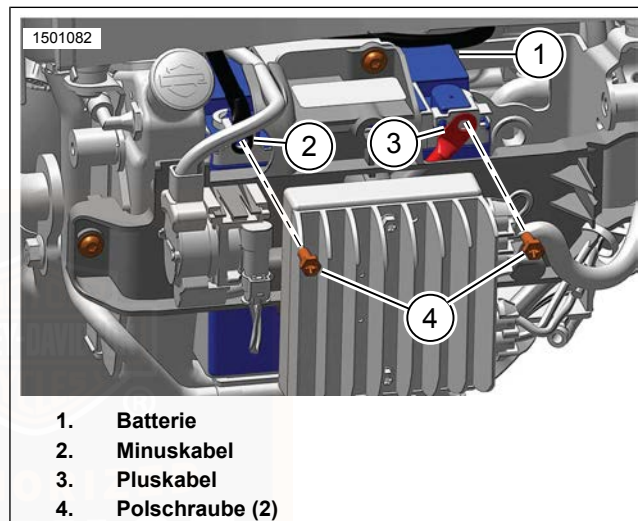
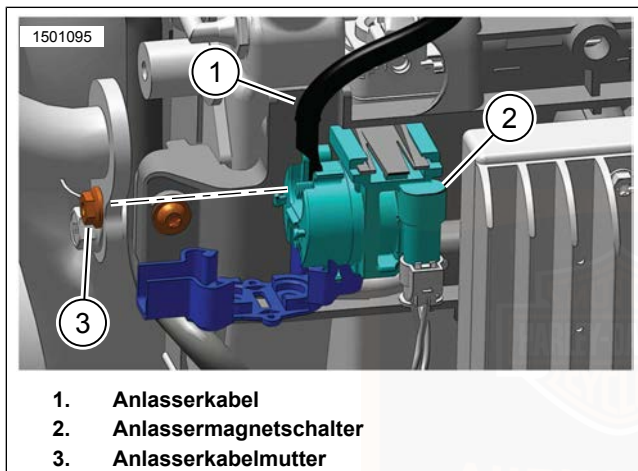

Abbildung 66. Batterieanschluss
Abbildung 67. Anlasserkabel
2. Siehe Abbildung 66. Das Batterieminuskabel (2) von der Batterie (1) abklemmen.
3. Das Batteriepluskabel (3) von der Batterie abklemmen.
4. Siehe Abbildung 67. Das Anlasserkabel (1) vom Anlassermagnetschalter (2) abklemmen.
4. Siehe Abbildung 66. Das Batteriepluskabel (3) an die Batterie anschließen. Festziehen.
6. Siehe Abbildung 67. Das Anlasserkabel (1) an den Anlassermagnetschalter (2) anschließen. Festziehen.